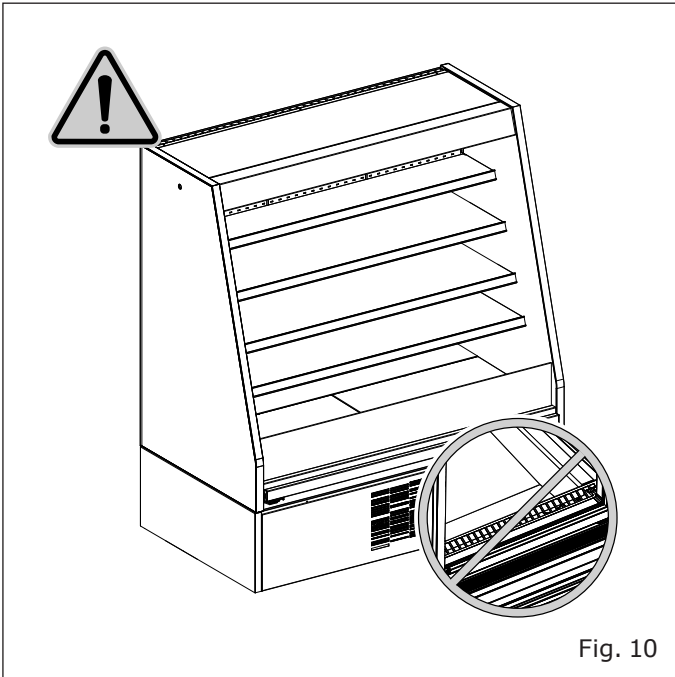

Fig. 10
- La mercancía no obstruya el correcto flujo de aire refrigerado ("Fig. 10")